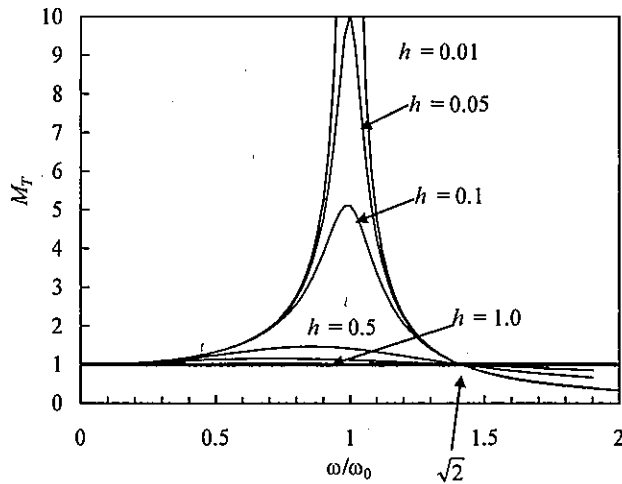

図4 絶対変位応答倍率
ここで、 h 、 ω_0 はそれぞれ構造物の減衰定数、固有円振動数、 ω は支点変位の円振動数である。また、式(2)で表される絶対変位応答倍率 M_T を振動数比 ω/ω_0 との関係で示したものが図4である。
where h and ω_0 are damping ratio and circular natural frequency of the structure, respectively, ω is circular frequency of the support displacement. An amplification factor of the absolute displacement (M_T) given by Eq. (2) is given as a function of the frequency ratio (ω/ω_0) as shown in Fig. 4.